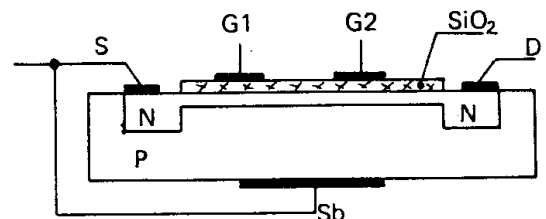

Fig. 25
1) Il est possible de construire des MOS à double commande (figure 25) dits "double gate", permettant d'effectuer un changement de fréquence, une modulation ... La gate 1 (la plus proche de la source) est plus sensible que la gate 2.